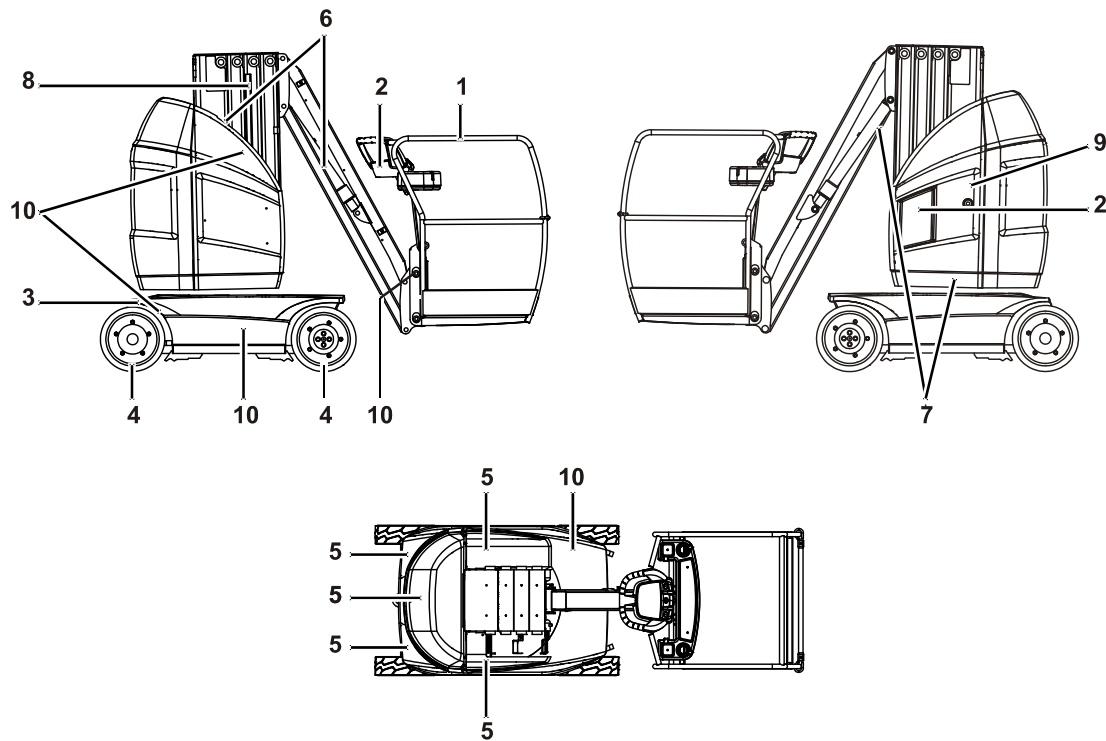

Figura 2-1. Inspeção exterior diária em torno da máquina
5. **Inspeção exterior em torno da máquina** – Consulte a Figura 2-1.